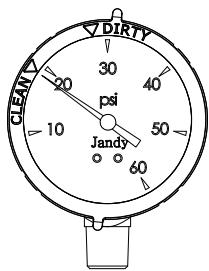

Figura 5. Manómetro con anillo a presión limpio/sucio
9. Despues de que el manómetro se haya estabilizado, gire el anillo de engaste para que la flecha junto a la palabra "CLEAN" (Limpio) se alinee con la aguja del medidor. Consulte la Figura 5. A medida que el filtro limpia el agua y el cartucho comienza a obstruirse, la presión comenzará a aumentar. Cuando la aguja del manómetro se alinee con la flecha junto a la palabra "DIRTY" (Sucio) en el engaste, es momento de limpiar el filtro; consulte la Sección 6.3. Esto indica un aumento de presión entre 10 y 12 psi por arriba de la presión inicial original. Asegúrese de que la velocidad de la bomba permanezca igual al registrar la presión de "CLEAN" (Limpio) y "DIRTY" (Sucio).